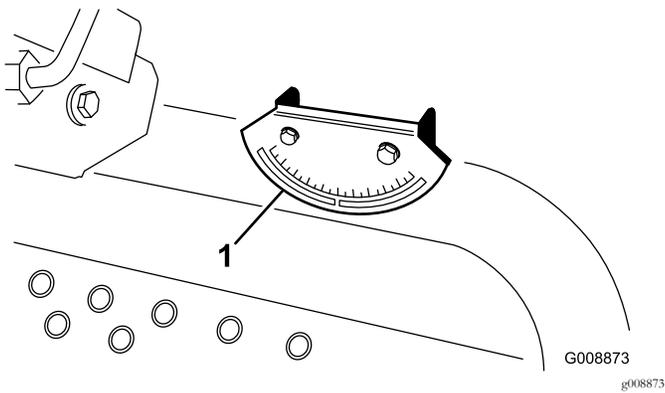

图6
2. 将手持测斜仪随机器提供放到油箱旁边的机架横梁上检查机器是否水平 图6。从操作员的位置看测斜仪的读数应该为零度。